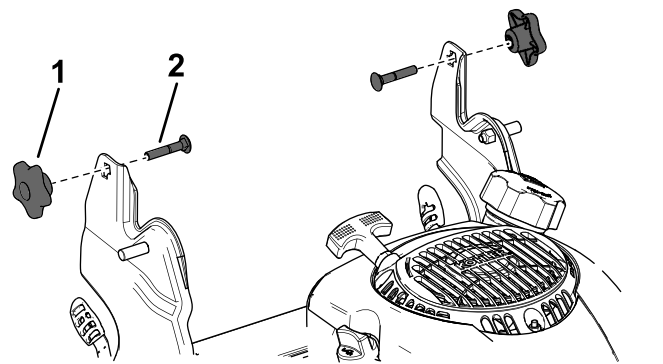

Рисунок 25
3. Вставьте каретный болт (так, чтобы головка болта была направлена внутрь) сквозь кронштейн рукоятки и в верхнее отверстие торцевой части рукоятки. Убедитесь в том, что квадратная кромка каждого каретного болта вошла в верхнее или нижнее квадратное отверстие соответствующего кронштейна рукоятки (Рисунок 25).